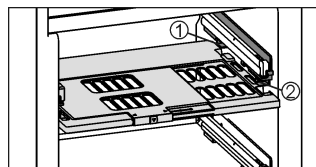

Fig. 17
- ▶ Vochtreguleringsplaat terugplaatsen: dekselranden van de plaat van onder in de achterste houder Fig. 17 (1) plaatsen en aan de voorkant in de houder Fig. 17 (2) vastklikken.